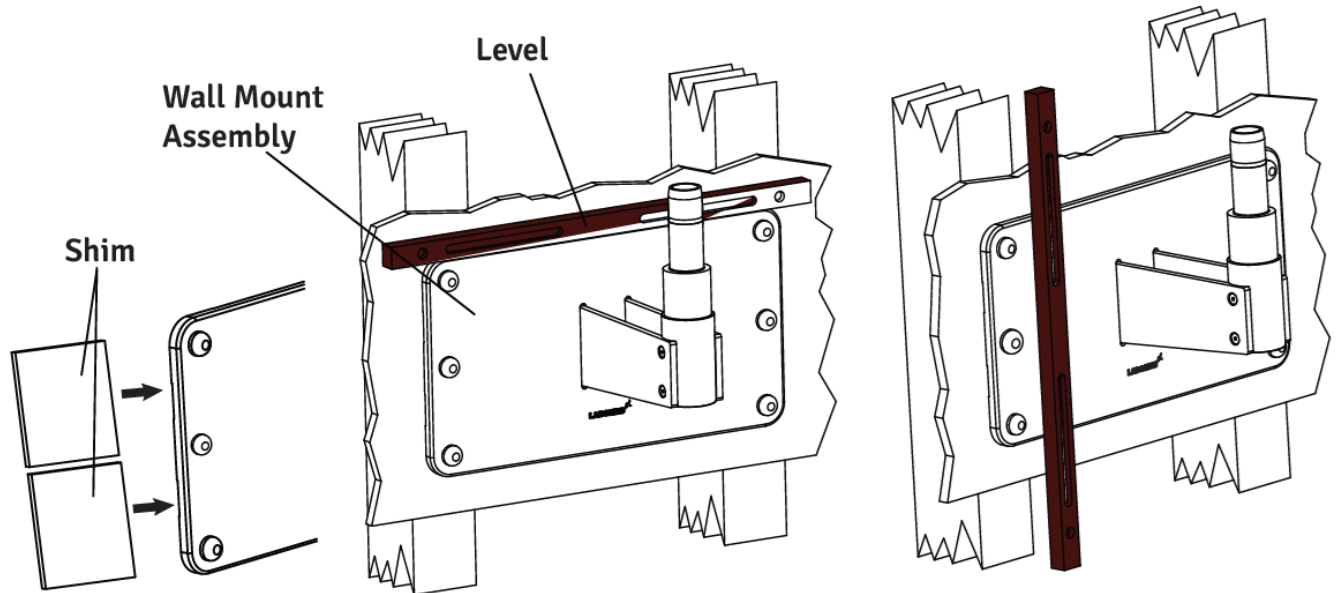

Figura 22
2. Coloque un nivel en la parte superior de la placa posterior para comprobar la nivelación horizontal. Consulte la Figura 22.
5. Coloque un nivel verticalmente a lo largo de la superficie del soporte de pared, en ambos lados, para asegurarse de que esté perpendicular al piso. Consulte la Figura 22.
6. Si el soporte de pared no es perpendicular, inserte material de calce entre el soporte de pared y la pared. Junto a los tirafondos Consulte la figura 22. Verifique con el nivel y ajuste los tirafondos una vez que el soporte esté nivelado.
3. Monte el brazo en el eje de montaje en pared consultando la figura 22 y vuelva a instalar el tapón roscado en su lugar.